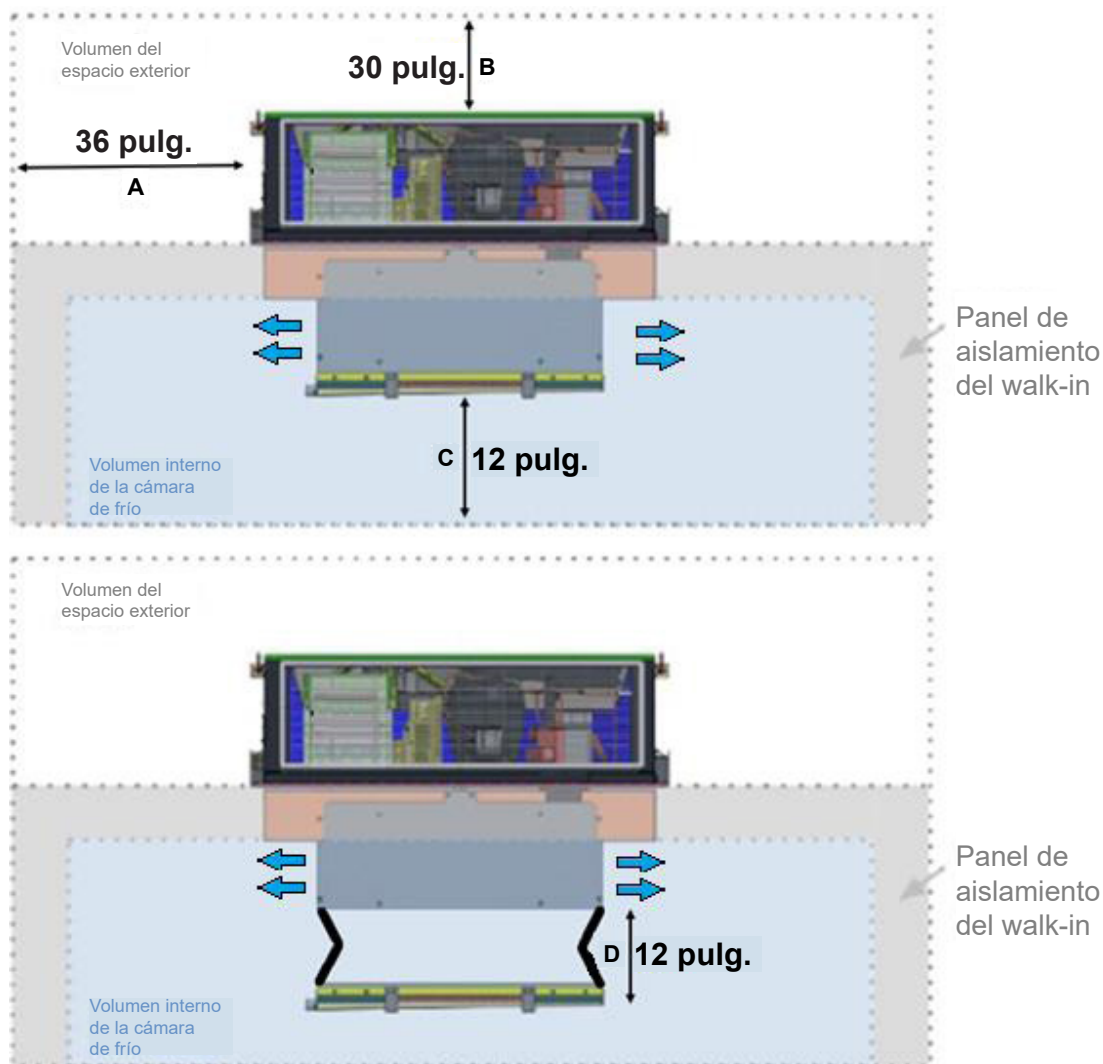

Figura 6 – Dimensiones del acceso para el mantenimiento
- A efectos del mantenimiento, las distancias mínimas recomendadas se muestran en la Figura 6: